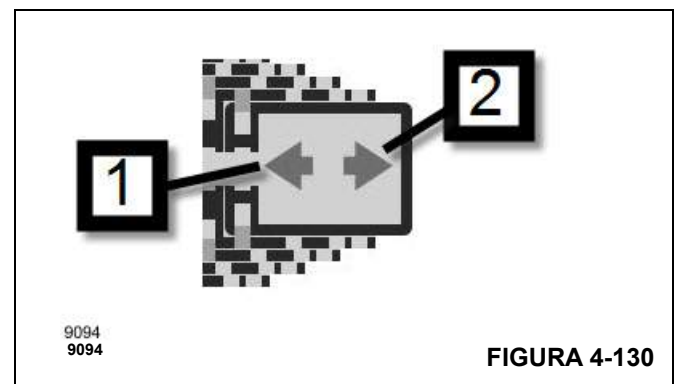

FIGURA 4-130
La telescopización se inicia solo si aparece la flecha izquierda de retracción (1), (Figura 4-130) o la flecha derecha de extensión (2), (Figura 4-130), en el lugar indicado de la pantalla de funcionamiento (ya sea la pantalla de telescopización semiautomatizada o manual).